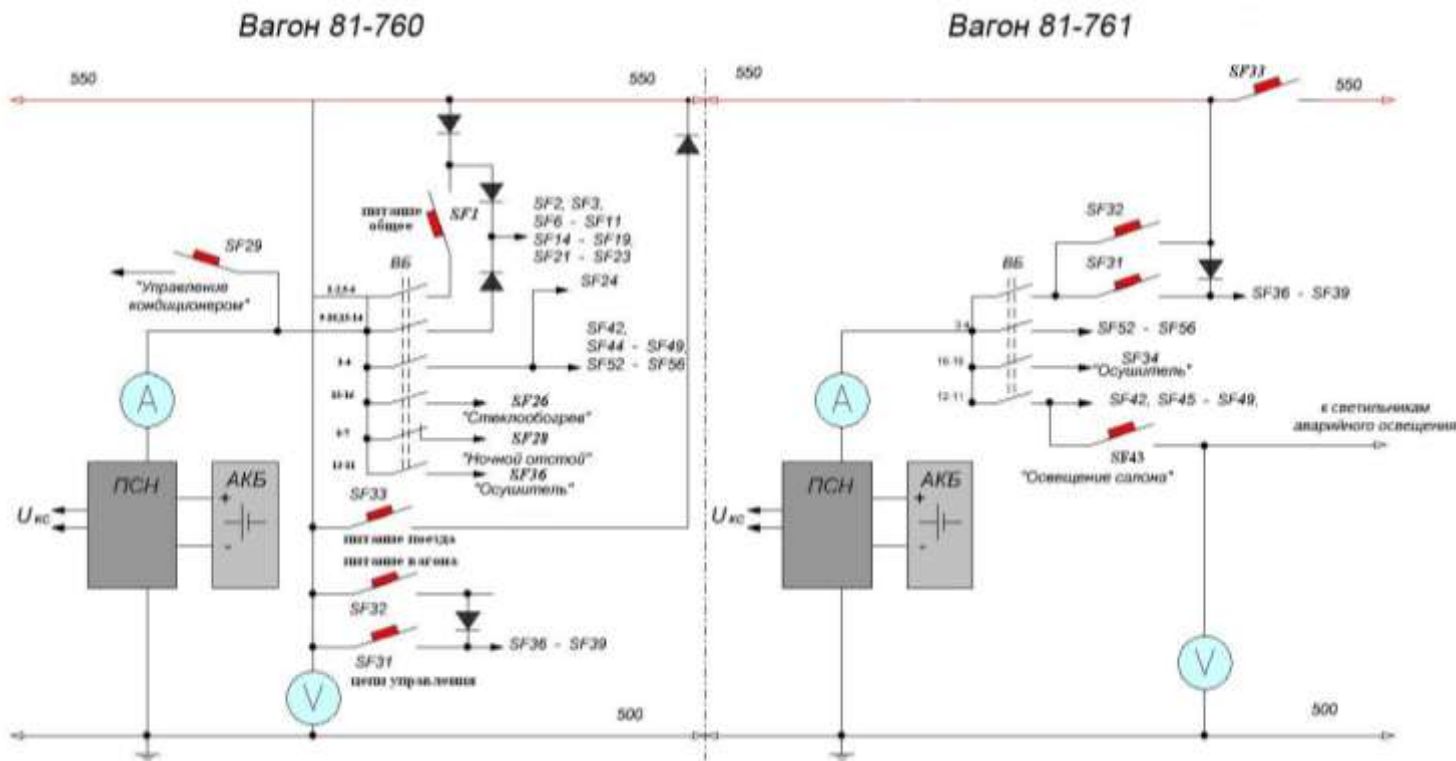

Рис. 46 Схема бортовой сети вагона
Схема двухпроводная (Рис.46), связана с плюсовым проводом (550) всех вагонов. Аккумуляторная батарея и ПСН-24 работают в буферном режиме, то есть одновременно запитаны на ППЗ.